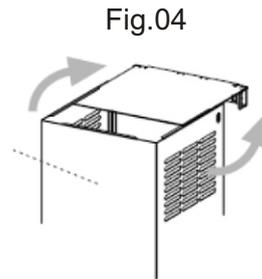

Fig.04
- 2 - Fixe a parte tampa do duto conforme (fig.04)